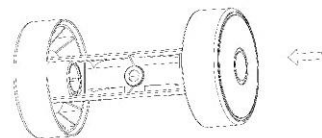

Рис.4
- Установите второе колесико на опору для колесиков (см. рис. 4).